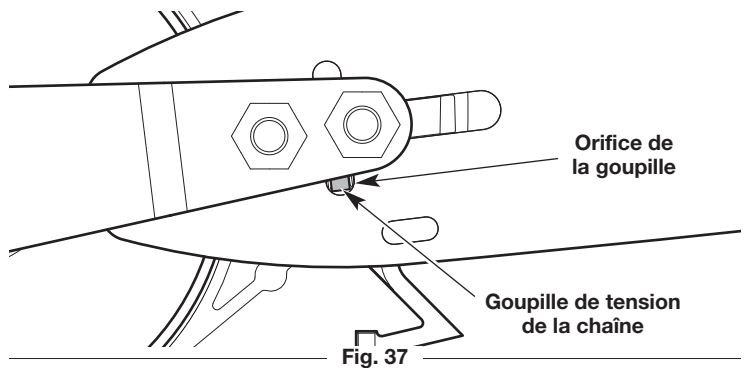

Fig. 37
1. Utiliser un tournevis à tête plate pour tourner la vis de tension de la chaîne dans le sens antihoraire (Fig. 32) jusqu'à ce que la broche de tension de la chaîne se trouve à l'extrême gauche de la surface de montage (Fig. 37).
3. S'assurer que le goujon de tensionnement de la chaîne se trouve dans l'ouverture du goujon sur la barre de guidage (Fig. 37). Au besoin, tourner la vis de tension de la chaîne pour déplacer le goujon de tensionnement de la chaîne.